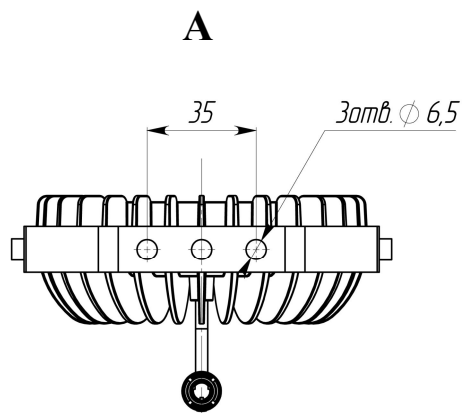

Рис.1
- 1.1. Прожекторы GALAD Аврора LED-7 (рис.1, 2) со светодиодными модулями предназначены для архитектурного освещения зданий.
- 5.1. Установить оптическую часть прожектора (поз.1), закрепив скобу (поз.3) тремя болтами М6 (см. рис.1).
- 5.4. Соединить разъемы оптической части (поз.6) и блока питания (поз.5) (см. рис.1).